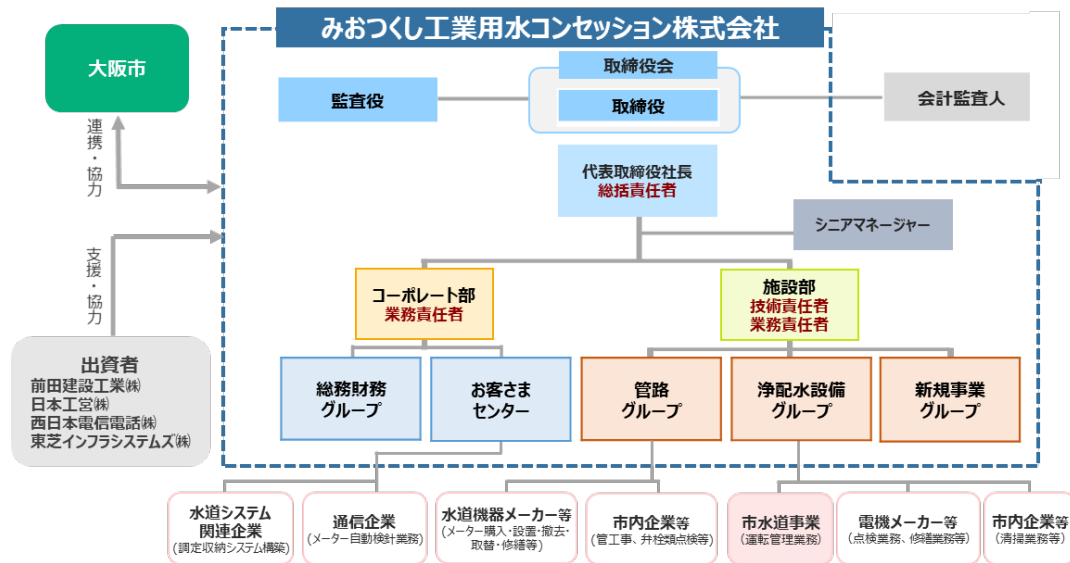

図1 実施体制図
- 図1に当社の実施体制を示します。常駐する代表取締役社長のもと、専任職員からなるコーポレート部と施設部の2部門を設置し、コンセッション方式による工業用水道事業の運営組織として最適な体制としています。